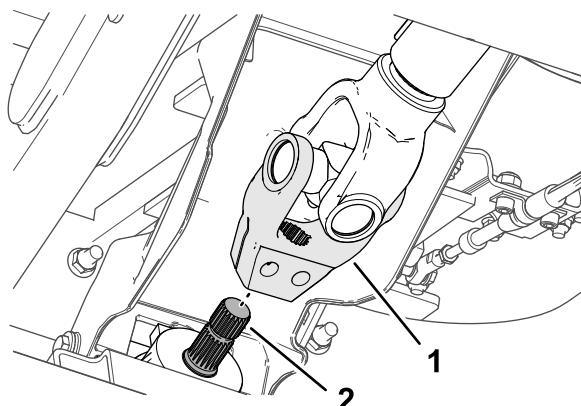

Figure 15
5. Alignez les cannelures de la chape de l'arbre d' entraînement et celles de l'arbre d' entrée de l'outil (Figure 15), puis glissez la chape sur l'arbre.